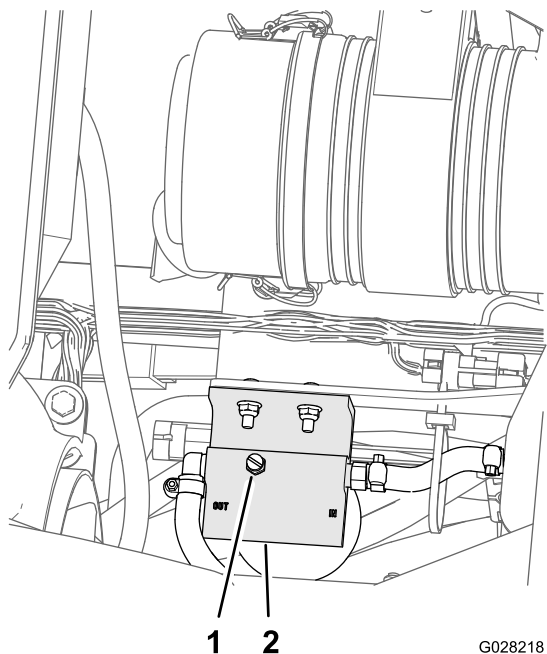

图73
5. 松开燃油/水分离器顶部的排气塞 图73。
7. 拧紧排气塞 图73 然后将启动开关转至“关闭”位置。